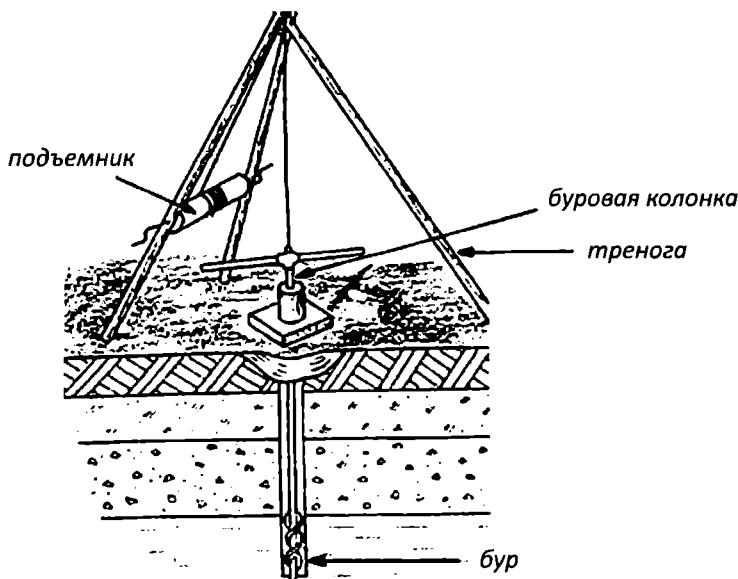

Рисунок 18
*Копры, треноги* (рисунок 18) или вышки состоят из трех бревен диаметром от 13 до 18 см в тонком конце (в отрезе), длиной 8—9 м. Бревна должны быть пряммыми и без сучков. Для скважин большого диаметра копер можно изготовить из четырех ног. Расстояние между ногами берут не менее 2 м. Концы ног заглубляют в землю.